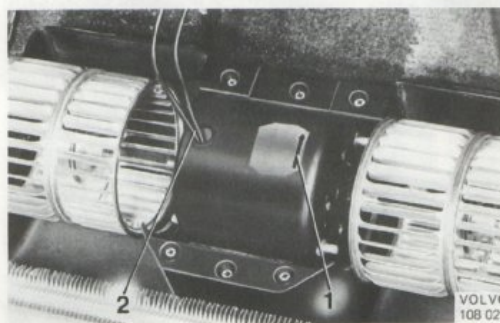

Bild 87. Placering av fläktmotor i aggregat
12. Lossa fläkthjulen från motoraxeln med en insexnyckel. När hjulen flyttas över till den nya motorn är det viktigt att de placeras på samma sida som de satt tidigare i förhållande till motorns rotationsriktning. Rotationsriktningen visas med pilen (1 bild 87) på motorns kåpa.
13. Placera motorn i underdelen med rotationspilen (1 bild 87) pekande från förångaren och kablarna (2) uppåt.